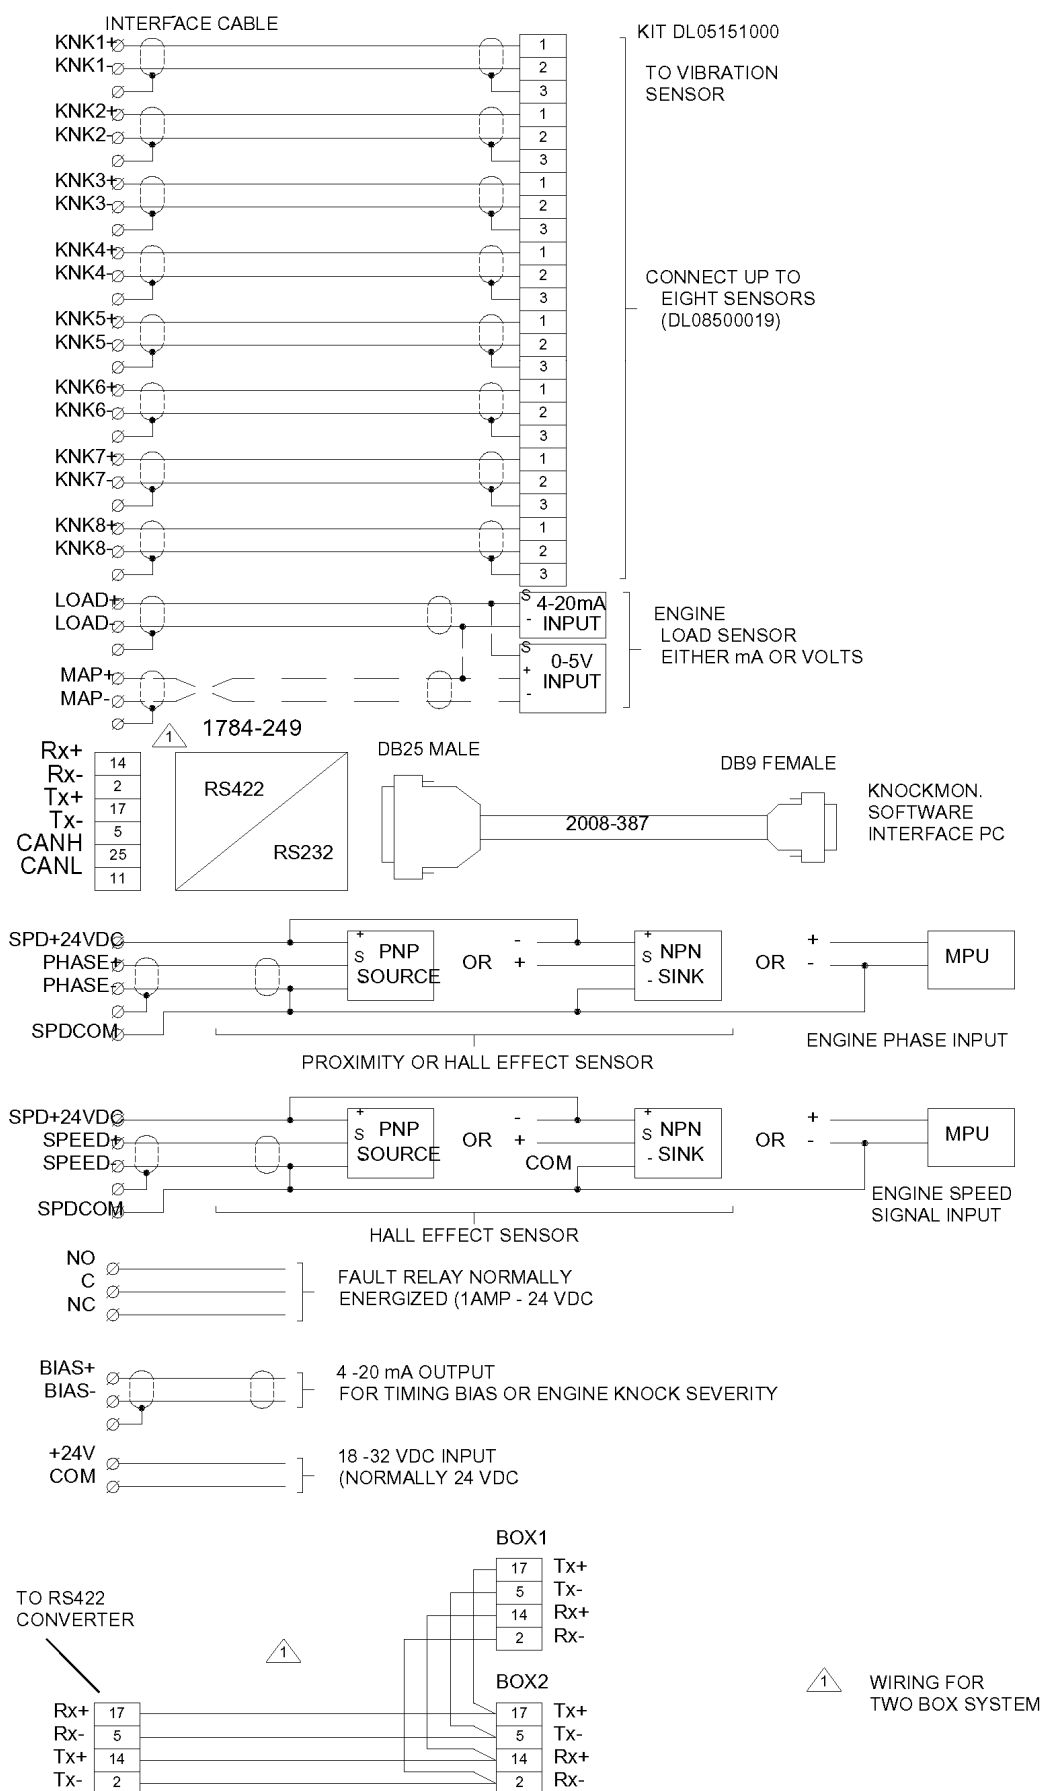

図2-6. FireFlyの配線図
5. 図2-6 "Fire Fly Wiring Diagram"に基づきノックセンサーの配線をFire Flyにつないでください。
エンジン負荷を検出するための4-20mAまたは1-5VdcのLoad Sensorを図2-6 "Fire Fly Wiring Diagram"を参照ください。
電気配線の全体図及び信号線のシールド方法については図2-6 "Fire Fly Wiring Diagram"を参照ください。
- ・ 図2-6 "Fire Fly Wiring Diagram"を参照して、配線が正しく行われていることを確認してください。